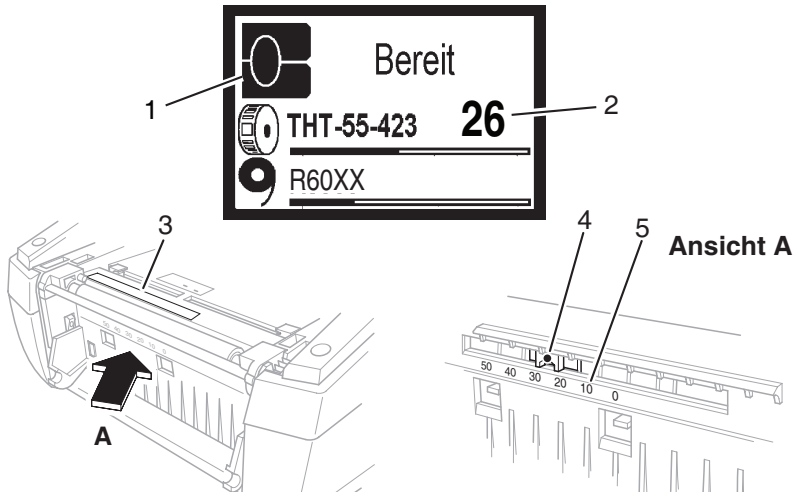

Bild 14, Einstellung des Reflexensors
Der Reflexsensor wird zur Erkennung von gelochtem Material und Material mit schwarzer Reflexmarken auf der Rückseite des Trägermaterials verwendet. Der Reflexsensor ist mit einer durchsichtigen Folie abgedeckt. (Beim Arbeiten im Brady-Modus enthält das Druckerdisplay eine Information zur Sensorpositionierung (**Bild 14, 2**).)
1. Im Display werden der Brady-Modus (**Bild 14, 1**) und die Information zur Sensorpositionierung (**Bild 14, 2**) angezeigt.
3. Schieben Sie den Sensorknopf (**Bild 14, 4**) mit einem spitzen Werkzeug in die im Display angezeigte Position (**Bild 14, 2**).
2. Verschieben Sie den Sensorknopf (**Bild 14, 4**) mit einem spitzen Werkzeug, bis das Sensorelement im Sensorfenster (**Bild 14, 3**) mit der Etikettenkante ausgerichtet ist. Wenn die Etiketten gelocht sind, muss das Sensorelement zu den Löchern ausgerichtet werden.